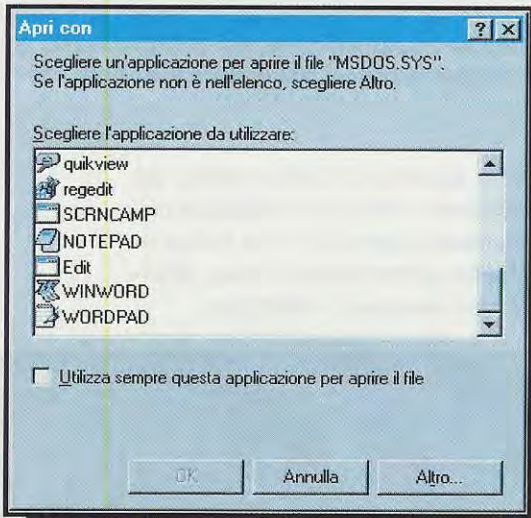

Fig. 20
– Apparirà la finestra di dialogo **Apri con** (vedi fig.20) in cui dovrete selezionare uno di questi programmi di gestione testi, **EDIT**, **NOTEPAD**, **WINWORD**. Poiché questi programmi sono equivalenti potrete indifferentemente scegliere l'uno o l'altro cliccando **due volte** sul nome corrispondente. Noi abbiamo usato **Edit**.